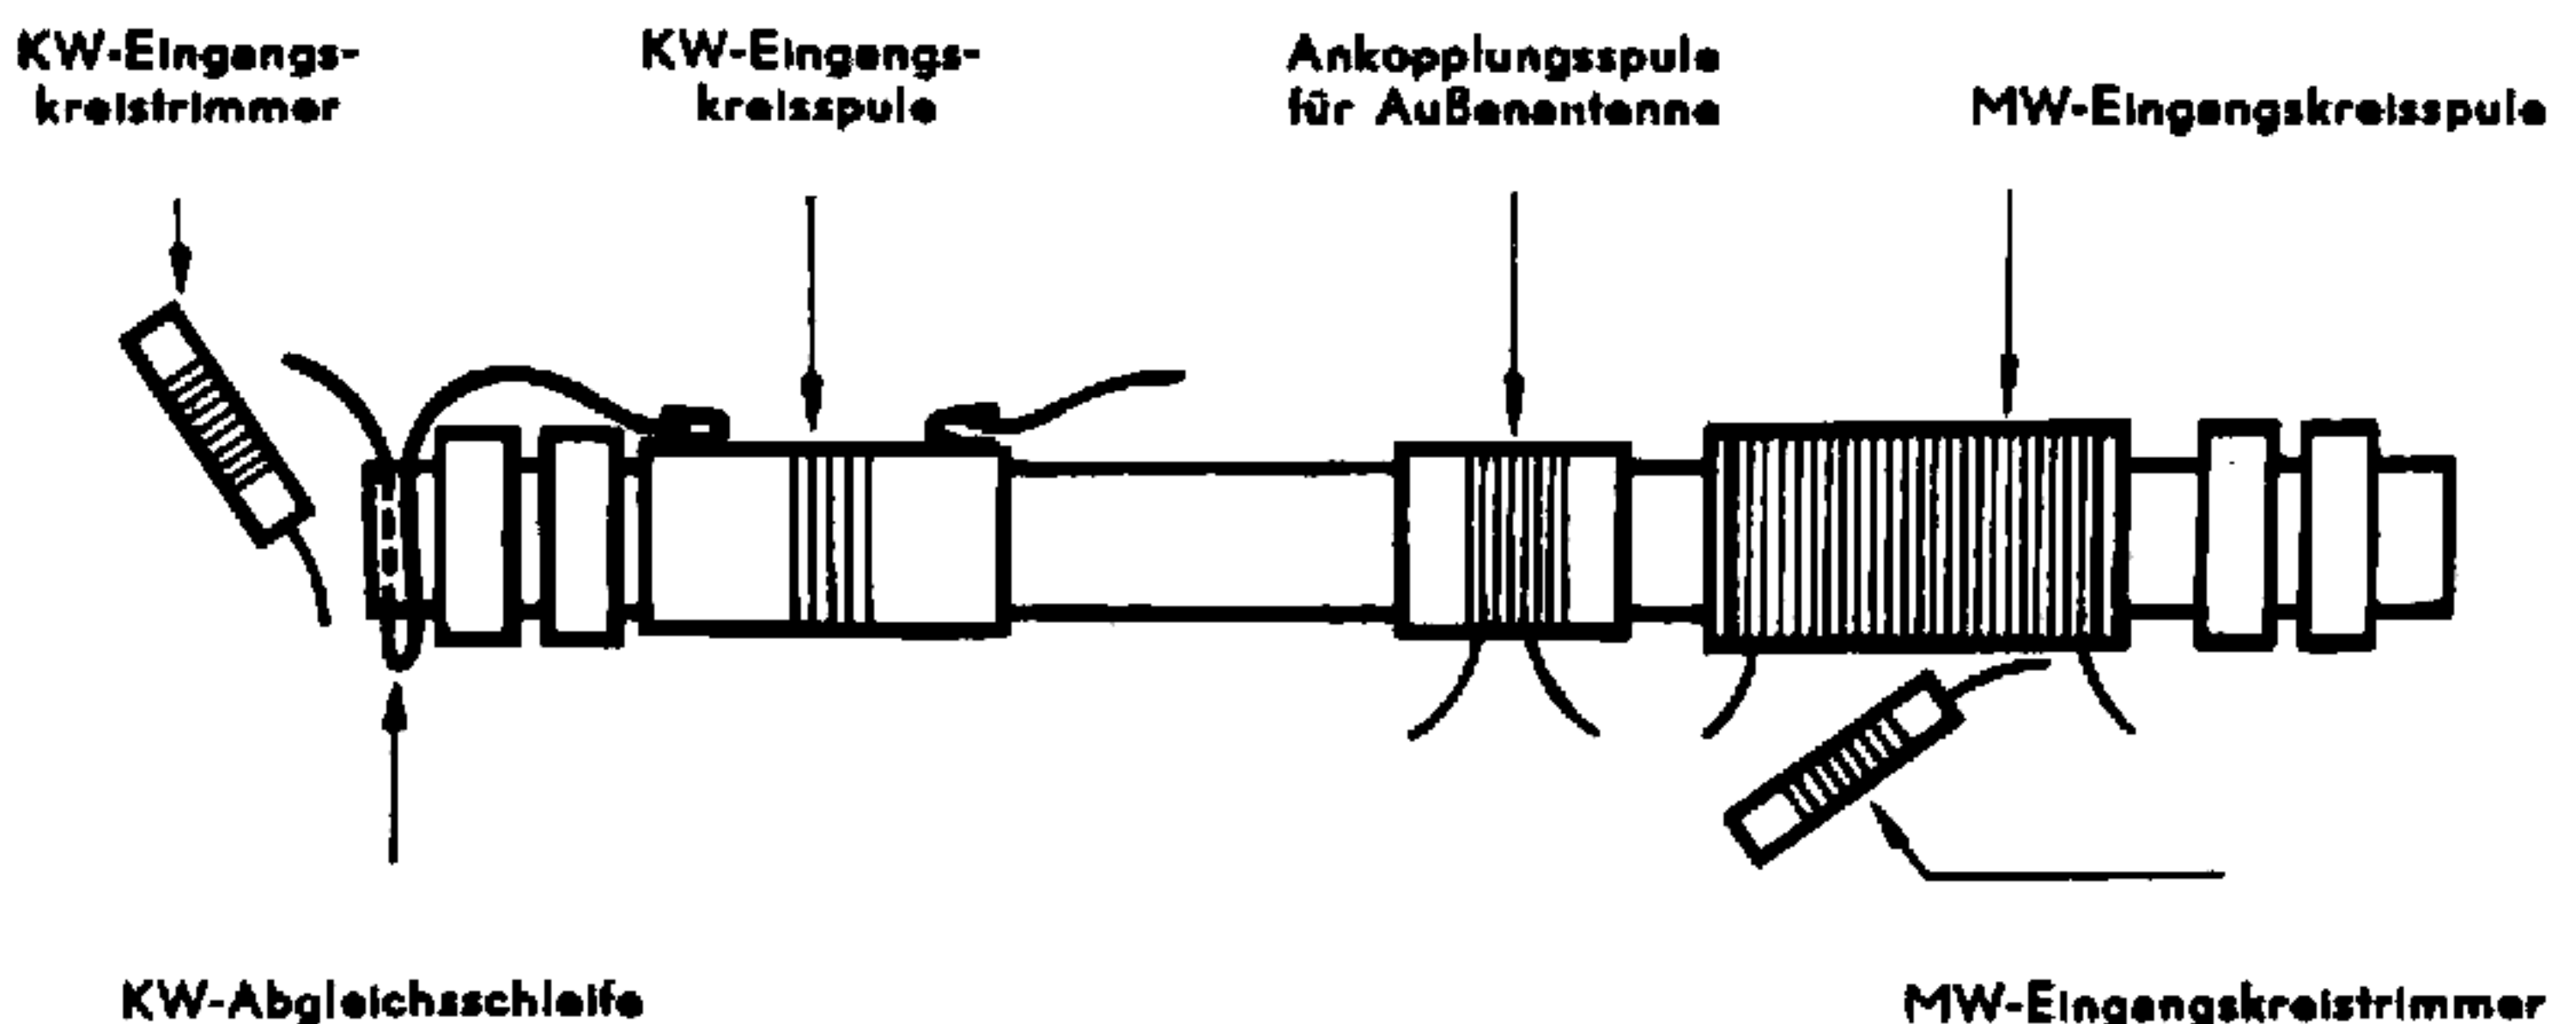

Abb. 1
MW: Der Gleichlauf wird, wie üblich, durch Verschieben der MW-Eingangskreis-Spule am Ferritstab (Abb. 1) und mittels zugehörigem Eingangskreis-Trimmer (Abb. 1) hergestellt.
KW (SW): Der Gleichlauf wird durch Abgleich der KW-Eingangskreis-Spule und mittels KW-Eingangskreis-Trimmer (Abb. 1) erzielt. Der Abgleich der KW-Eingangskreis-Spule erfolgt durch Verschieben der entsprechenden Wicklung am Ferritstab sowie durch Verbiegen der KW-Abgleichschleife. (Abb. 1)